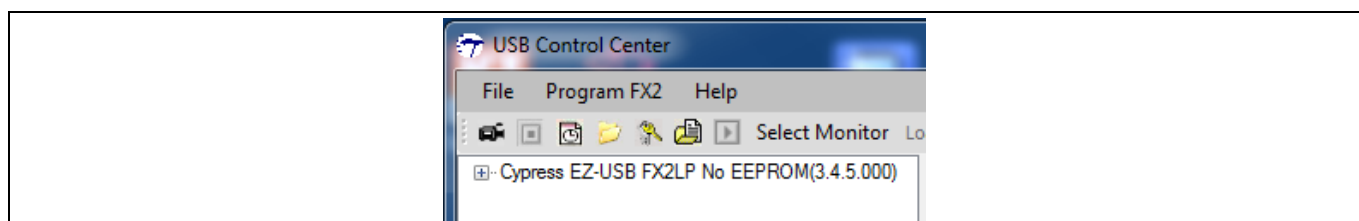

Figure 21 USB 控制中心内的 FX2LP 板
17. 在左侧面板上，您可看到 FX2LP 板以及与其相连的其他 USB 器件。如果仅需查看 FX2LP 板，则在右侧面板上点击 **Device Class Selection** 选项卡，并取消勾选除 **Devices served by the CyUSB.sys driver (or a derivative)** 外的所有选项。左侧面板如 **Figure 21** 所示。